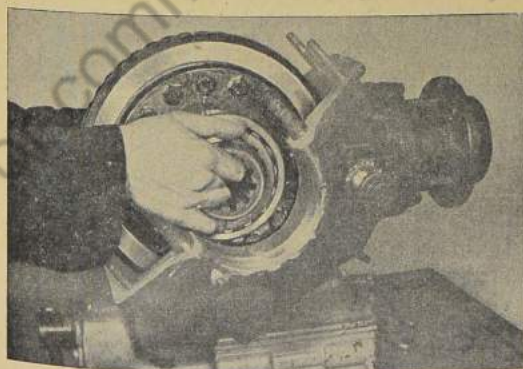

Bild 628: Ausgleichgetriebe-Zusammenbau aus Gehäuse herausnehmen
7. Tellerrad mit Ausgleichgetriebe und beiden Kegelrollenlagern aus dem Gehäuse herausheben (Bild 628).